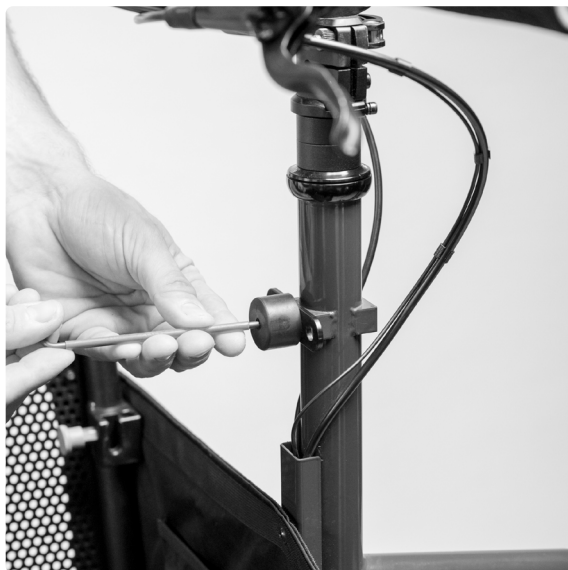

ABB. 5
- 5 Demontiere das vordere Halteblech der Absteckung, indem du zunächst das Anschlaggummi abschraubst. Anschließend kannst du die beiden Innensechskant-Schrauben des vorderen Blechs lösen. (Abb. 5)